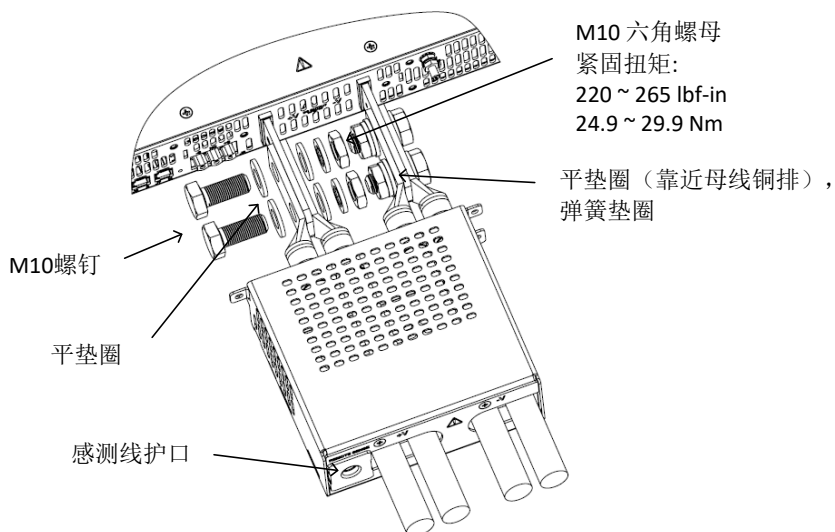

图 4-51: 10V 7.5kW 导线安装
4. 将导线安装到母线上，如图 4-51 所示。在该机型中，不安装塑料护口。只安装感测线护口。